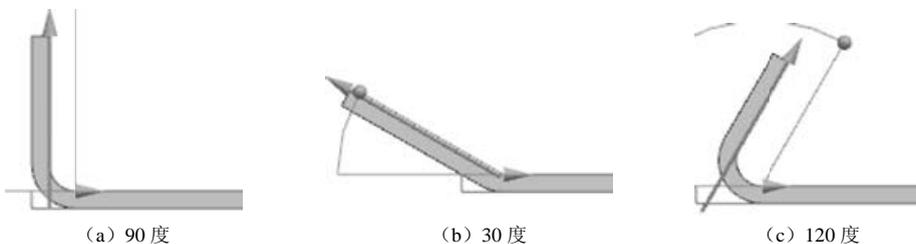

图 5.16 设置钣金角度
- (5) **角度** 文本框：用于设置钣金的折弯角度，如图 5.16 所示。